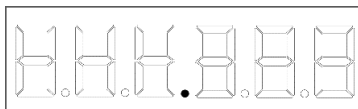

Рис. 8
9.1. Извлеките Устройство из внешней и индивидуальной упаковки, визуально проконтролируйте отсутствие механических повреждений корпуса и этикеток корпуса, на ЖКИ не должно быть включенных сегментов, но должна гореть точка (Рис. 8), что свидетельствует об исправности прибора.
До выбора предварительной настройки (п. 9.3.3) экран ЖКИ Устройства в режиме сна будет пустым с точкой (Рис. 8).
Внимание! В случае, если во время паузы в течение 15 минут не совершать никаких действий, Устройство переходит в режим сна (Рис. 8). Для активации регистрации удерживайте Кнопку в течение не менее 5 секунд (п. 9.3.2).